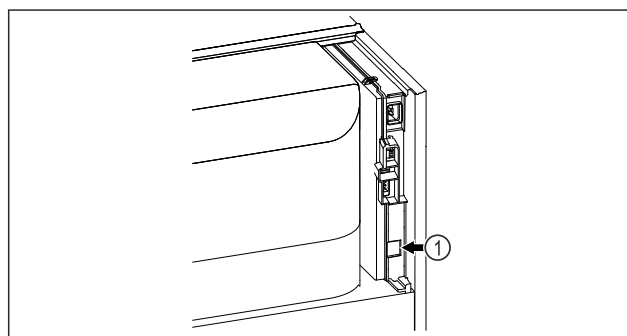

Fig. 125
- SmartModule Fig. 125 (1) ist eingesetzt.